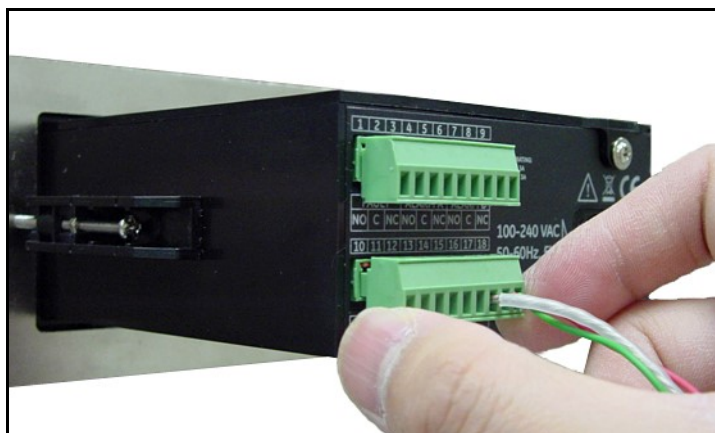

Figura 25: Reinserción del conector en el bloque de terminales
4. Vuelva a insertar el conector en el bloque de terminales inferior en la parte posterior del analizador **dew.IQ** (vea la *Figura 25* a continuación).